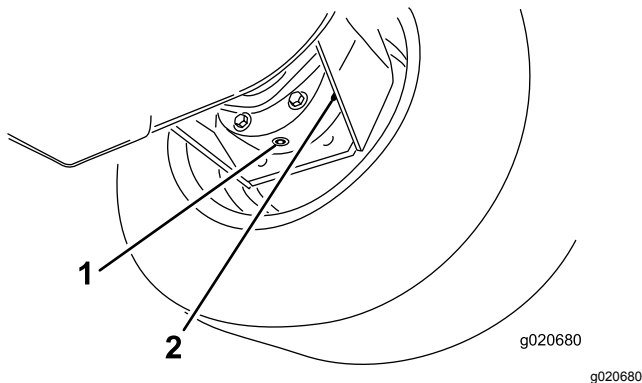

Figura 70
3. Coloque o recipiente de escoamento por baixo da estrutura do travão, retire o tampão e deixe o óleo escorrer para o recipiente (Figura 70).